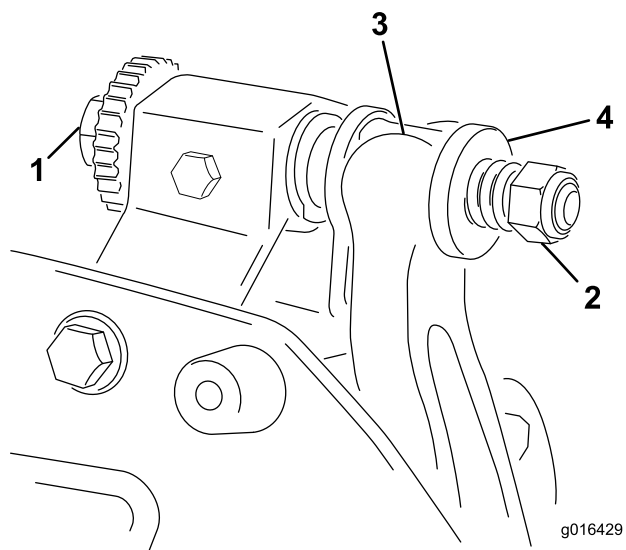

Рисунок 19
1. Поверните регулировочный винт планки неподвижного ножа против часовой стрелки, чтобы отвести неподвижный нож от барабана (Рисунок 19).
2. Отвинтите гайку затяжки пружины, чтобы ослабить давление шайбы на планку неподвижного ножа (Рисунок 19).